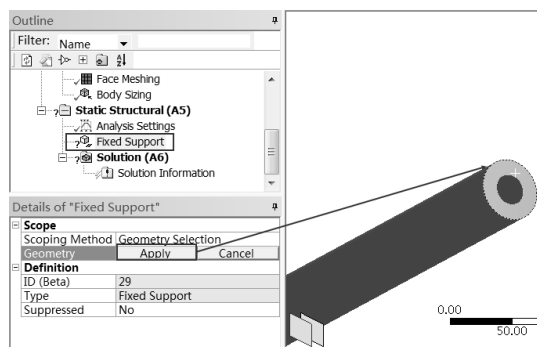

图 14-21 施加固定约束
Step3：选择 Fixed Support 选项，在工具栏中单击 按钮选择如图 14-21 所示的钢管底面，单击 Details of “Fixed Support”（参数列表）中 Geometry 选项下的 **Apply** 按钮，即可在选中面上施加固定约束。